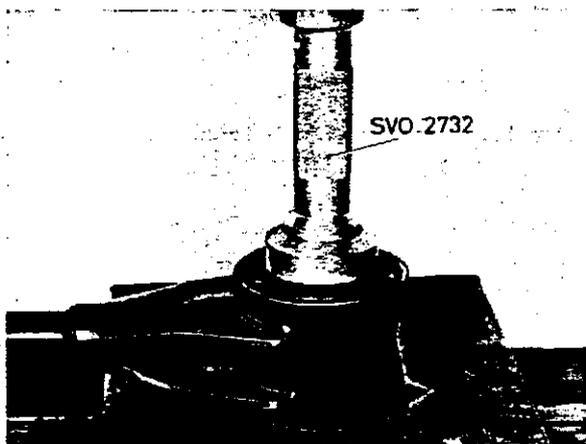

Abb. 14
3. Hintere Buchse mit dem Dorn SVO 2732 auspressen (siehe Abb. 14). Die Buchse wird mit gleichem Werkzeug eingepreßt. Bei geteilten,